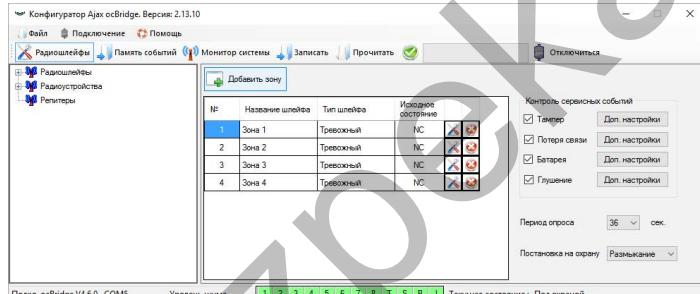

РИС. 11. Вкладка «Радиошлейфы»
5.4. Во вкладке «Радиошлейфы» (РИС. 11) можно создать необходимые охранные зоны и добавить в них датчики и устройства (см. п. 4.2.), а также настроить дополнительные параметры работы датчиков, устройств и зон (см. п. 6.4. – 6.6.).